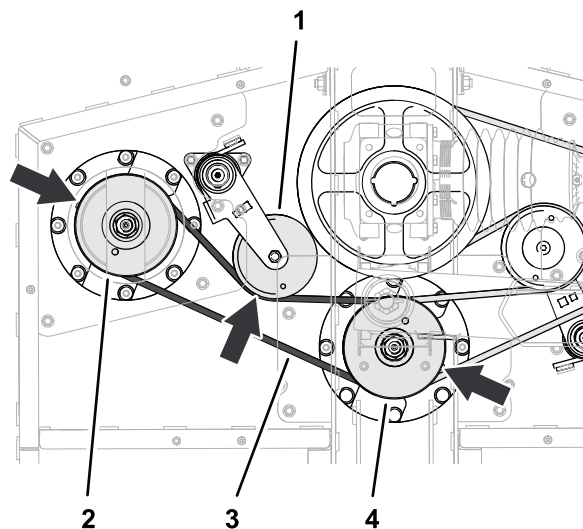

Figura 61
2. Encaminhe a correia comprida em torno da polia do eixo esquerdo e da ranhura inferior da polia do eixo central (**Figura 61**).
3. Utilize uma barra disjuntora ou ferramenta semelhante para rodar o tensionador no sentido contrário ao dos ponteiros do relógio e passe a correia da polia por cima do tensionador (**Figura 61**).